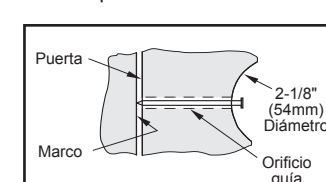

Figura 2.
B. Si la distancia al centro de la puerta que se midió es de 2-3/4" (70 mm), ajuste el pasador de cerrojo según lo demostrado en la figura 1 y vea la figura 2 para ajustar el pasador inferior en la siguiente manera: Agarre la clavija del resorte y mueva la clavija del resorte hasta la ranura de 2-3/4" (70mm).